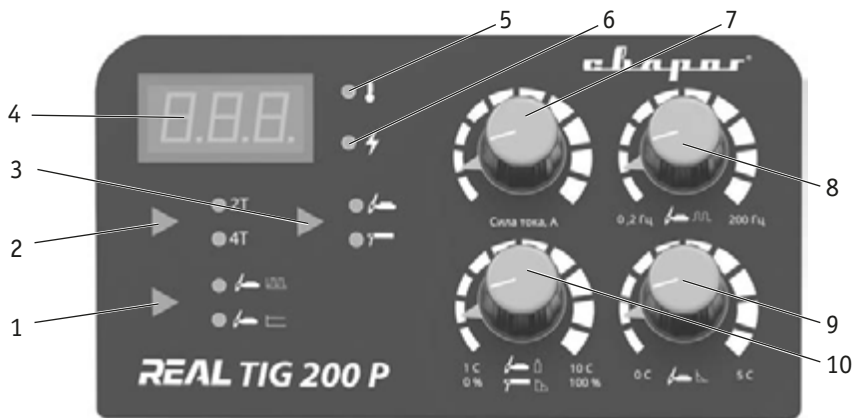

Рис. 7.1. Передняя панель.
7. Выберите кнопкой режим TIG сварки (п. 3, рис. 7.1).